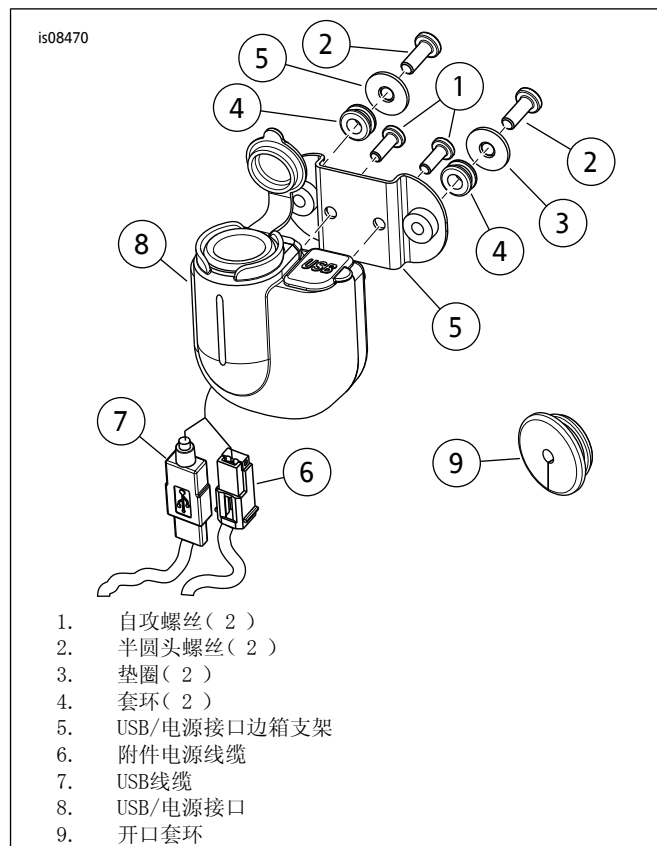

图6。安装边箱USB/12伏插座
5. 参见图6。将支架( 5) 安装至USB/电源接口( 8), 使用螺丝( 1) 固定。